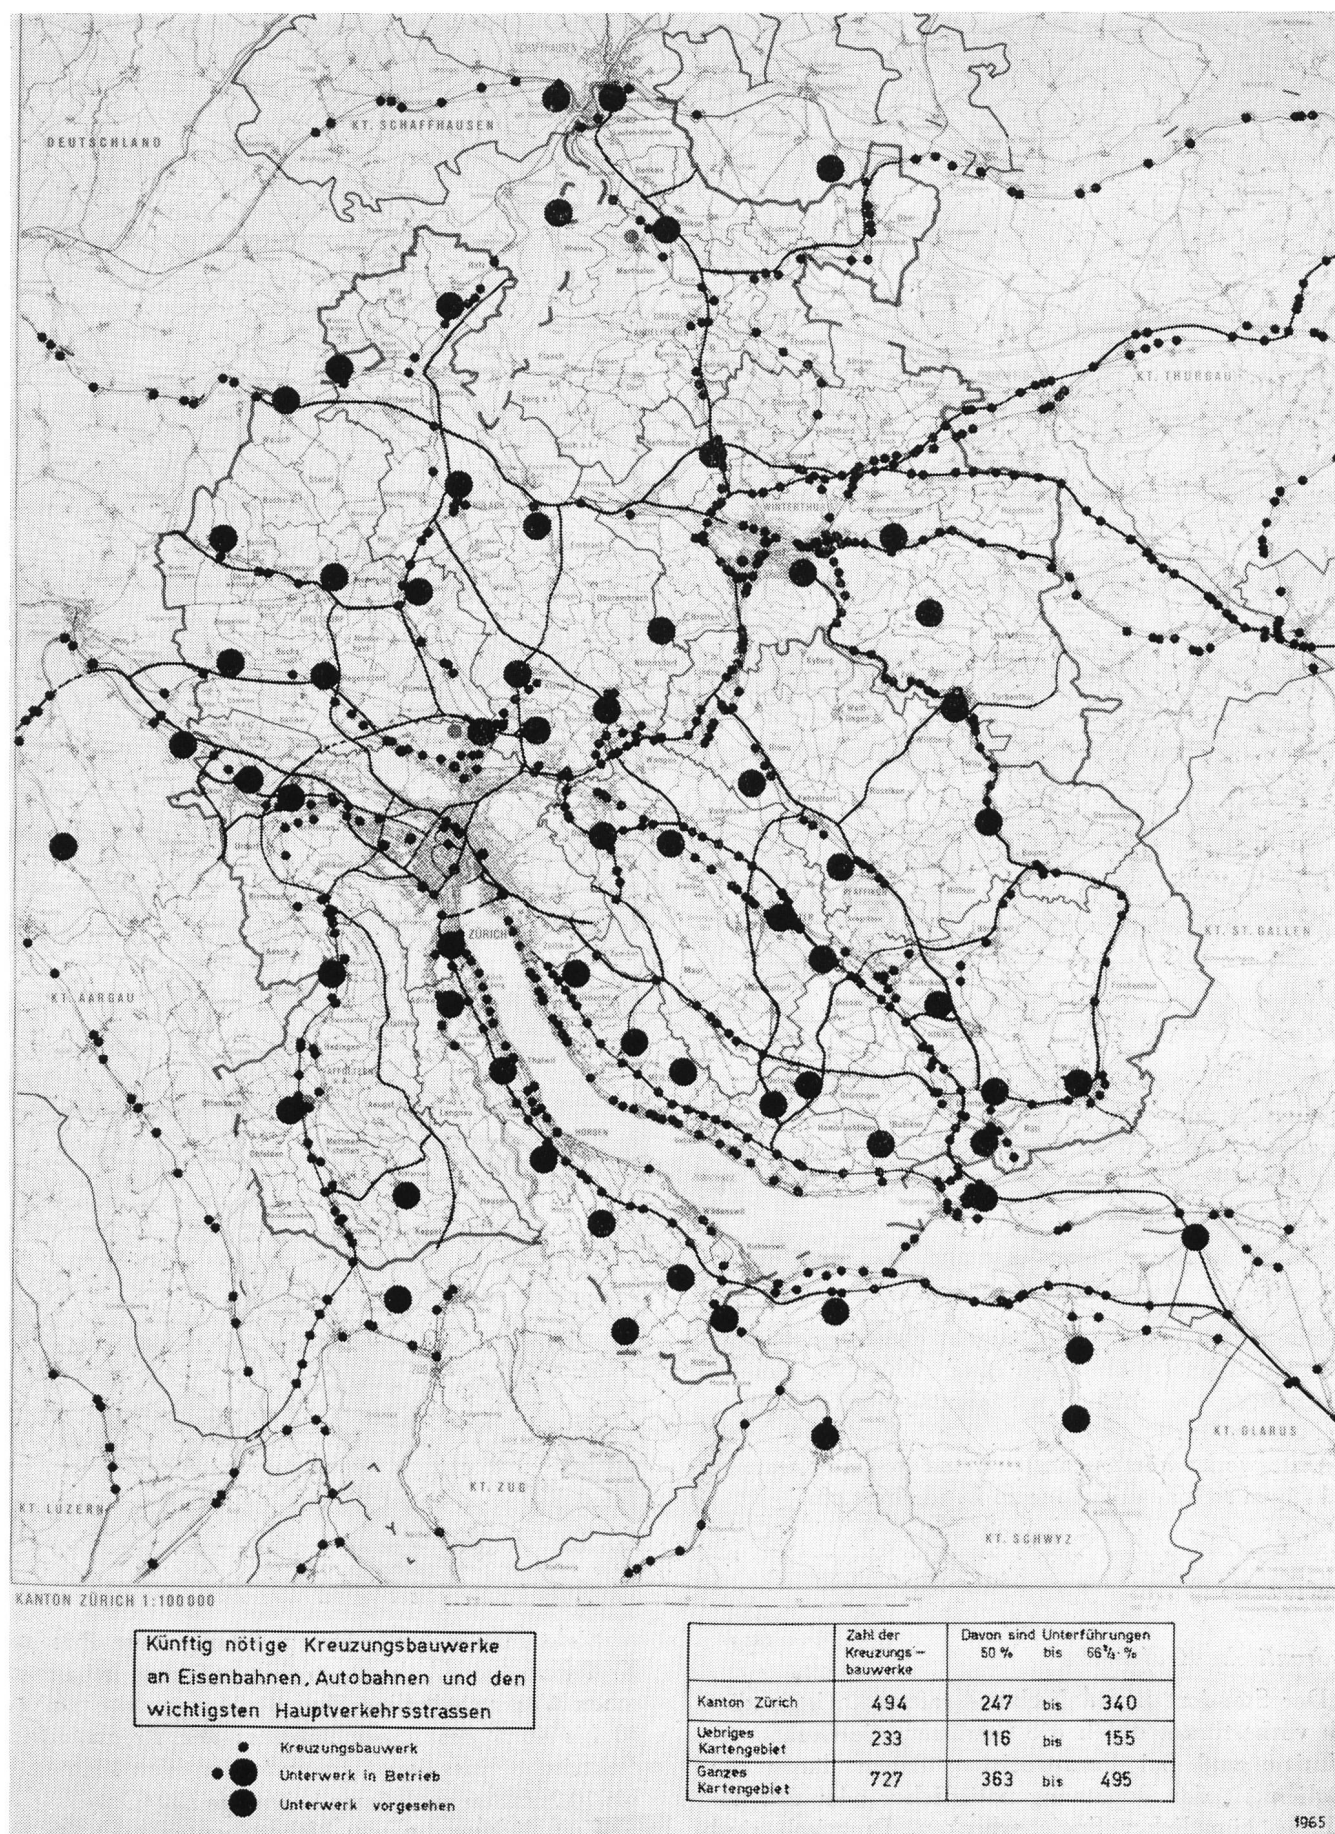

Abb. 8. Künftig nötige Kreuzungsbauwerke an Eisenbahnen, Autobahnen und den wichtigsten Hauptverkehrsstrassen.
2. Für den An- und Abtransport der Transformatoren müssen leistungsfähige Zufahrtsstrassen bestehen (zulässiges Transportgewicht bis 180 t und 4,8 m freie Durchfahrt). Waren im Kanton Zürich bisher etwa 70 Unterführungen, so steigt, wie Abbildung 8 zeigt, durch die Einführung einer zweiten Verkehrsebene (Aufhebung der Bahnübergänge und Autobahnen) deren Zahl sprunghaft auf etwa 250 bis 350. Es gehört ebenfalls zur Planung, dass jede